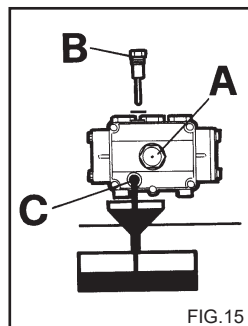

FIG. 15
- 2) Dévisser le bouchon de la tige de contrôle de niveau (fig. 15).